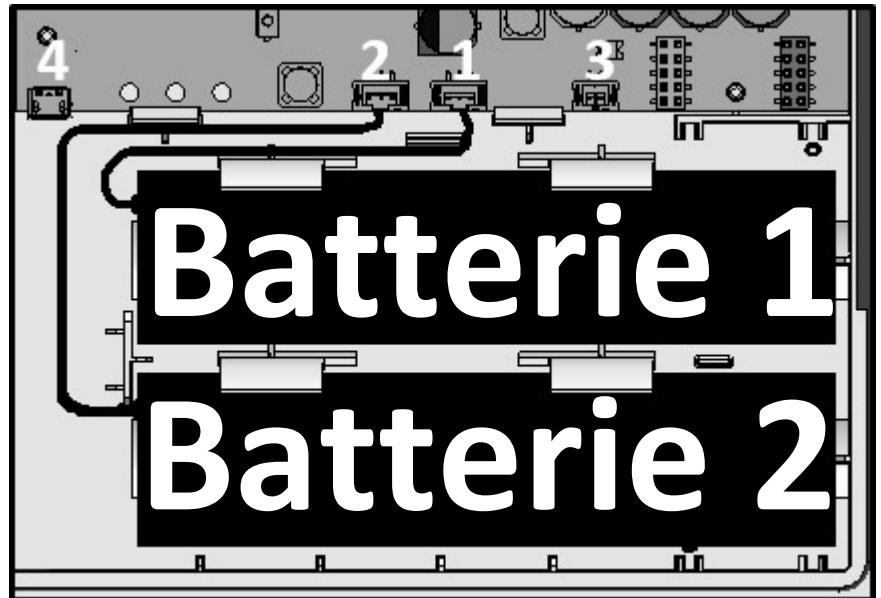

Abb. 1 Gateway Innenansicht (Ausschnitt)
- Stecker der Batterie(n) in die entsprechende Buchse drücken (siehe Abb. 1).